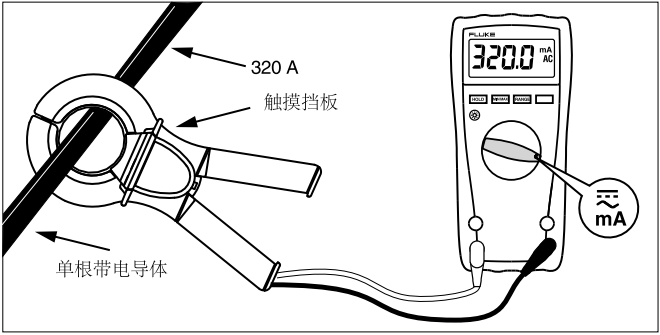

图 1. 电流测量
- 确保手指放在如图 1 中所示的触摸挡板之后。
2. 将钳表夹到待测携带电流的导体上（见图 1）。确保探头钳口在导体上紧密切合。
当钳表连接到兼容的电流计并夹在单根带电导体上时，仪表读数将为导体上实际电流的千分之一。例如，5 A 输入电流将转变为 5 mA 输出电流（见图 1）。当测量交流电源线中的电流时，钳口应只夹在一根导体上（三芯电源线中的黑色电线或带电电线）。如果钳口同时夹在两根带电的导体上，电流将被抵消，得出的读数为零。如果探头夹在两根携带相同方向电流的电线上，则得出的读数为两者之和。变换其中一根电线的方向可读取它们的电流差值。